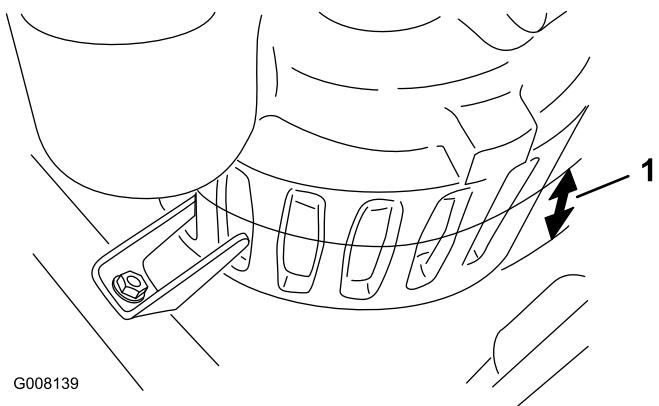

図 8
1. バンカーの一番低い場所で、水の深さを測る。水深が6.35 cm（ポンプのスロットの半分の高さ）以下である場合には、縦横各30 cm、深さ 5~7.5 cm の穴を掘って、この穴の中にポンプをセットする（図 8）。